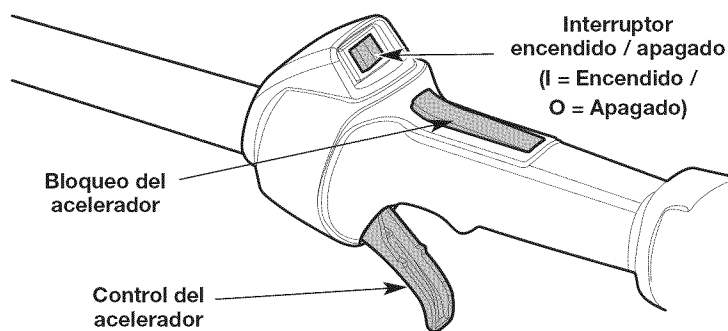

Fig. 7
**NOTA:** No es necesario encender la unidad. El interruptor de encendido/apagado está en la posición **Encendido (I)** en todo momento (Fig. 7).
**NOTA:** **NO** apriete el control del acelerador hasta el paso 8 (Fig. 7).
8. Oprima y mantenga apretado el bloqueo del acelerador (Fig. 7). Apriete el control del acelerador según sea necesario para el funcionamiento (Fig. 7).
2. Oprima y mantenga apretado el interruptor de encendido/apagado en la posición **Apagado (O)** hasta que el motor se pare por completo (Fig. 7).